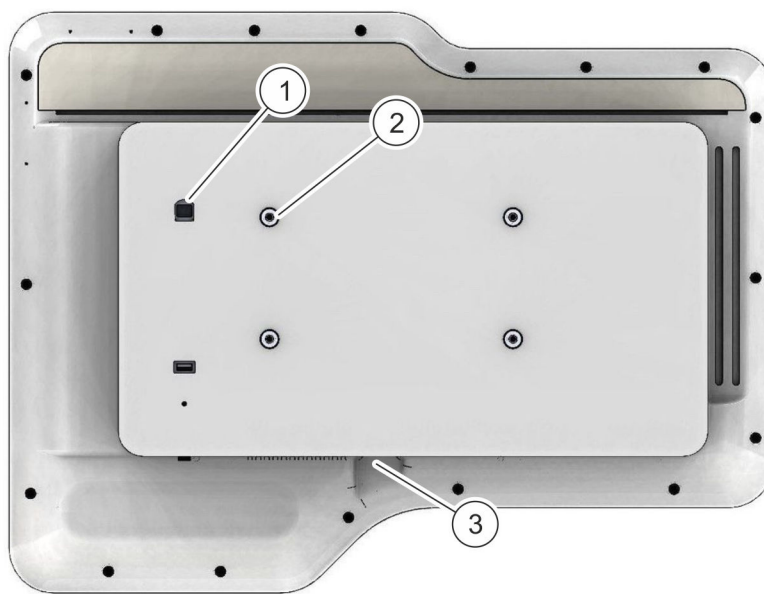

Fig. 3: Fixați adaptorul VESA la terminal
1. ➔ Fixați terminalul pe adaptorul VESA prin înșurubare în cele patru filete de fixare (Fig. 3/2) de pe partea posterioară a terminalului, cu patru șuruburi (M5x20). Utilizați câte o șaibă-suport pentru fiecare șurub.
Introduceți cablul de Ethernet (cablul de rețea) în conexiunea Ethernet (Fig. 3/1) de pe partea posterioară a terminalului.
- 6.** ➔ Introduceți cablul de alimentare de la rețea în conexiunea de curent de la partea inferioară a terminalului (Fig. 3/3).